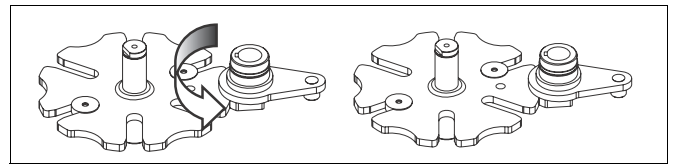

рис. 61
7) Поверните рычаг мальтийской шестерни на 90° обратно в положение наладки (рис. 61 и раздел 12, монтажный чертеж 7327712E).